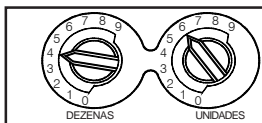

FIGURA 1: COMUTADORES ROTATIVOS DE ENDEREÇAMENTO
1. Testar o sensor através da aproximação de um imã (Modelo M02-04, opcional) ao corpo do detector aproximadamente 2cm do indicador LED como mostrado na figura 1.